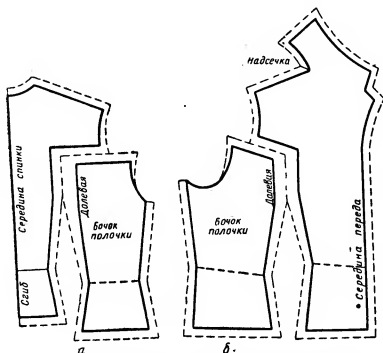

Рис. 271. Подготовка выкройки жакета платья-костюма с цельнокроеным воротником к раскрою:
**Спинка.** Среднюю выкройки спинки укладывают так, чтобы она была по долевой нити на сгибе ткани (рис. 271, а). Боковую часть спинки укладывают на ткань так, чтобы обозначение «Долевая» было по долевой нити ткани.
**Полочка.** Среднюю переда выкройки полочки укладывают так, чтобы она была по долевой нити (рис. 271, б). Боковую часть выкройки полочки укладывают так, чтобы обозначение «Долевая» было по долевой нити ткани.